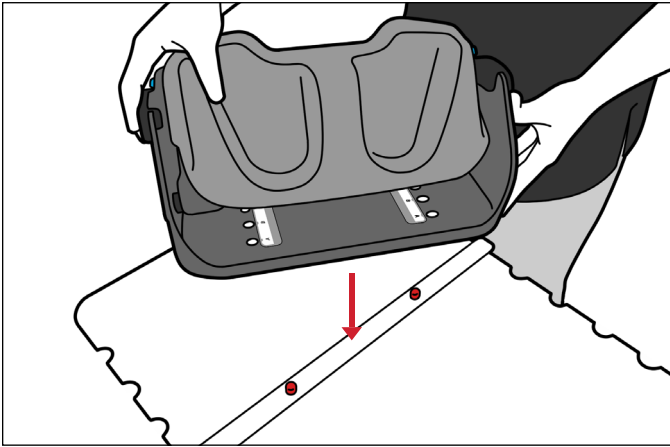

Fig. 14
1. Instale el soporte de pies en la barra de posicionamiento alineando los orificios deseados con los pasadores rojos de la barra de posicionamiento. (Fig. 14)